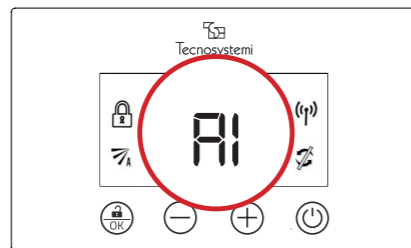

Fig 12
5.3 **A1, A2, A3.** Con riferimento alle figure 12,13,14, le tre posizioni indicate si riferiscono a movimento ON-OFF della serranda. Premere i tasti  o  per selezionare la posizione/regolazione desiderata e confermare con .